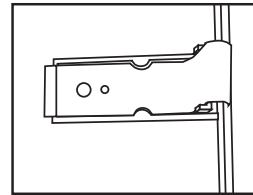

Fig. 7
8. Place the spring mechanism with the button back in the position to reinstall. **(Fig. 7)**
8. Coloque el mecanismo del muelle y el botón en su lugar para volver a instalarlos. **(Fig. 7)**
8. Placer le ressort en remettant le bouton en position pour être réinstallé. **(Fig. 7)**